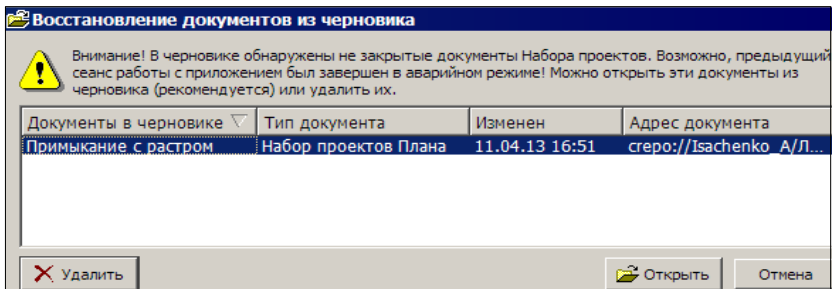

Рис. 6.33
При аварийном завершении работы черновик хранится до восстановления НП при запуске приложения. При этом открывается диалог **Восстановление документов из черновика** (рис. 6.33).
- выберите в таблице строку с документом (рис. 6.33);